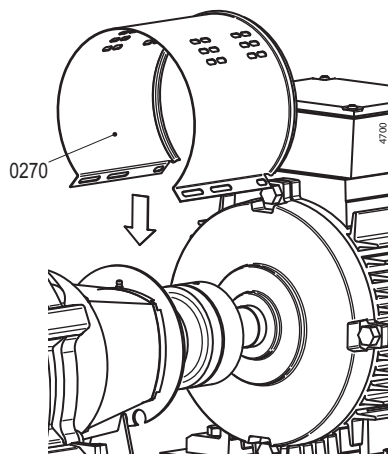

Рисунок 6: Установка кожуха на стороне двигателя
- 2 Снимите оба кожуха (0270). См. рисунок 6.